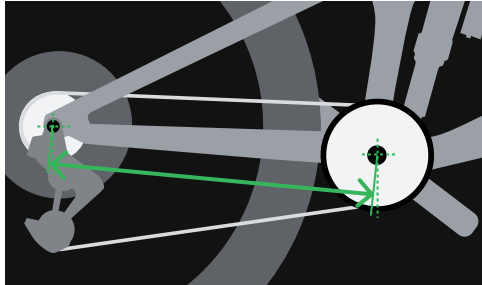

Abbildung 1
- 1** Messen Sie den direkten Abstand von der Innenlagerachse zur Nabenachse bei mit 0 % Federweg vollständig ausgefedertem Rahmen, um die Kettenstrebenlänge (mm) zu bestimmen (Abbildung 1).